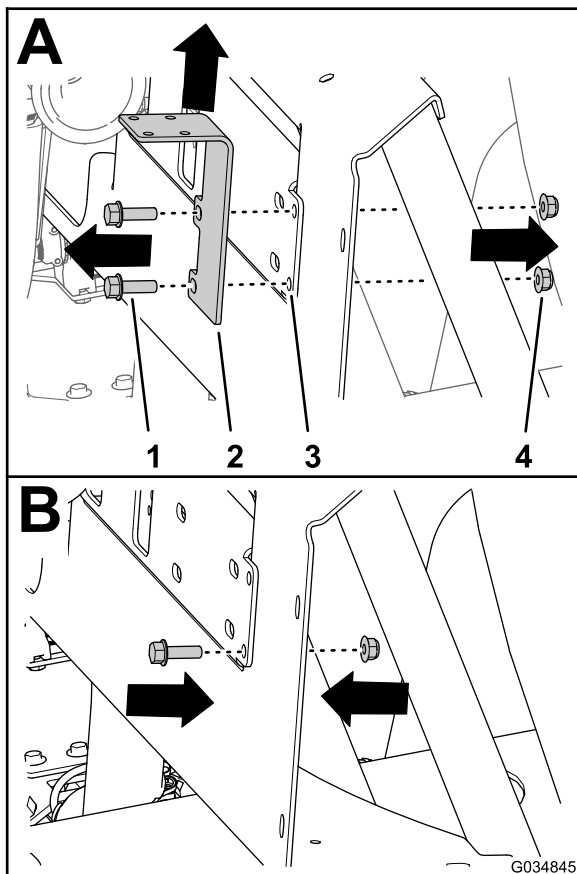

Figure 54
- Retirez les 2 boulons à embase (5/16 x 1 po) et les 2 contre-écrous à embase (5/16 po) qui fixent le support de la vanne de coupure de dérivation au support du collecteur (A de Figure 54), et déposez le support de la vanne de coupure.
- Vissez un boulon à embase (5/16 x 1 po) et un contre-écrou à embase (5/16 po) sur le support de collecteur (B de Figure 54) dans le trou inférieur du support de vanne de coupure que vous avez déposé à l'opération 5.